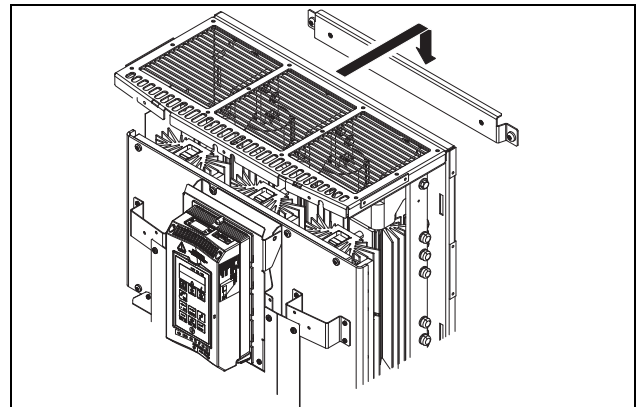

Fig. 18 Montaje de la unidad TSA en el soporte.
2. Montar (colgar) la unidad TSA en el soporte de montaje (consulte Fig. 18).